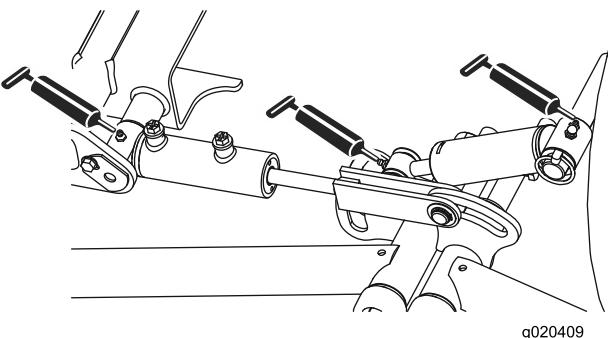

Bild 43
- Vordere Hubarm-Drehbüchsen und Hubzylinder (3) (Bild 43)